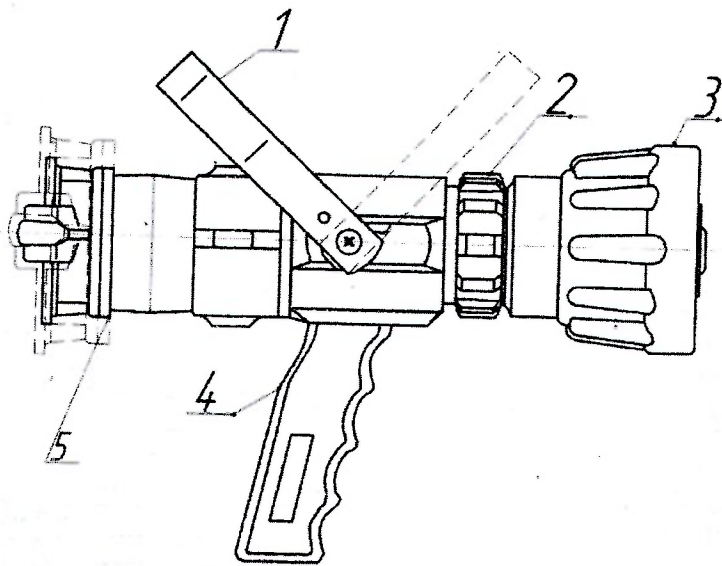
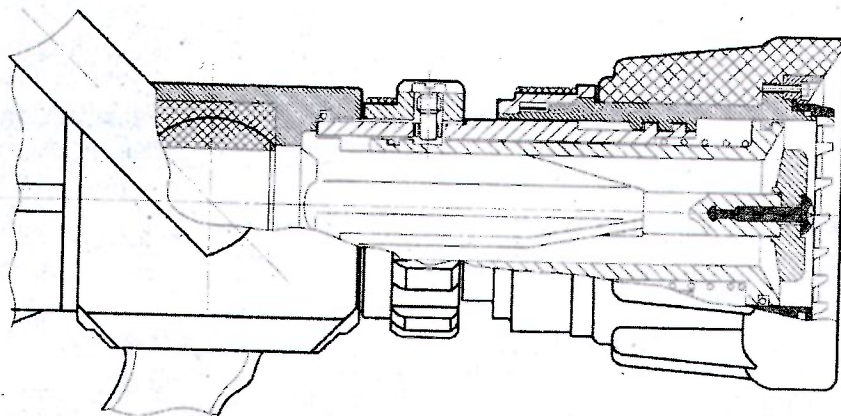

Рис. 1 Внешний вид ствола ИТС-50-8
Рис. 2 Конструктивное исполнение ствола ИТС-50-8.
Внешний вид ствола приведен на рис. 1. Ствол состоит из корпуса, в котором установлены шаровый затвор с рукояткой (1) – перекрывающее устройство, регулятор расхода огнетушащего средства (2) и устройство изменения геометрии струи с распылителем (3) – головка ствола. На корпусе ствола также установлены рукоятка нижняя (4), предназначенная для удержания ствола в заданном положении, и соединительная головка (5) для присоединения ствола к рукавной линии. Конструктивное исполнение ствола представлено на рис.2.